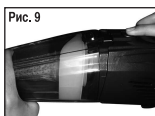

Рис. 9
1. Для того, чтобы снять пылесборник, нажмите на кнопку снятия пылесборника (Рис. 8) и отделите пылесборник от корпуса. (Рис. 9)